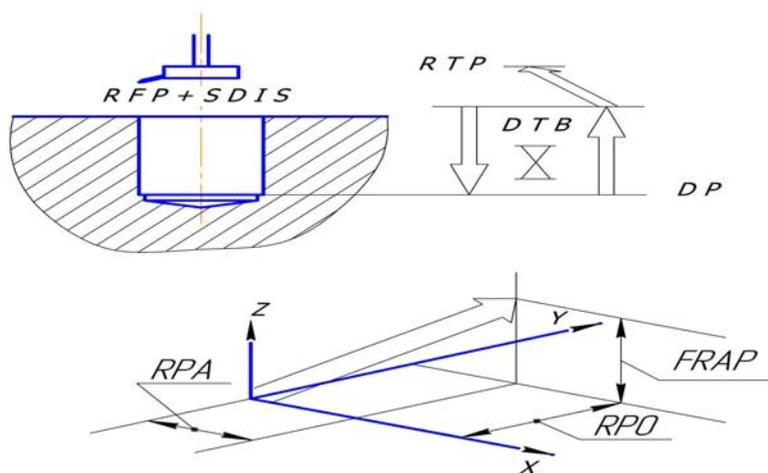

Рис. 3.26. Реализация CYCLE86 - растачивание 2
• **CYCLE86 - растачивание 2** программируется в следующем формате кадра (рис. 3.26):